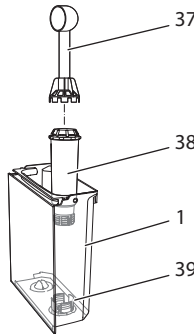

Fig. 18: Enroscar/desenroscar el filtro de agua
- Retire el filtro de agua cuando la máquina visualice el requerimiento (véase Fig. 18).